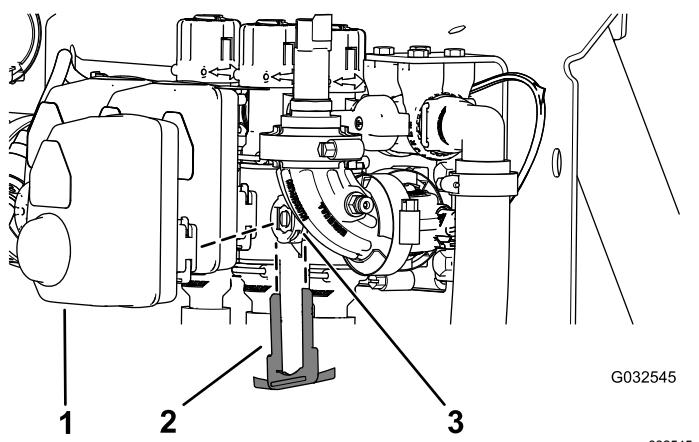

Figura 96
2. Retire la horquilla de retención que sujetta el actuador al distribuidor de la válvula de sección o válvula de agitación (Figura 96).